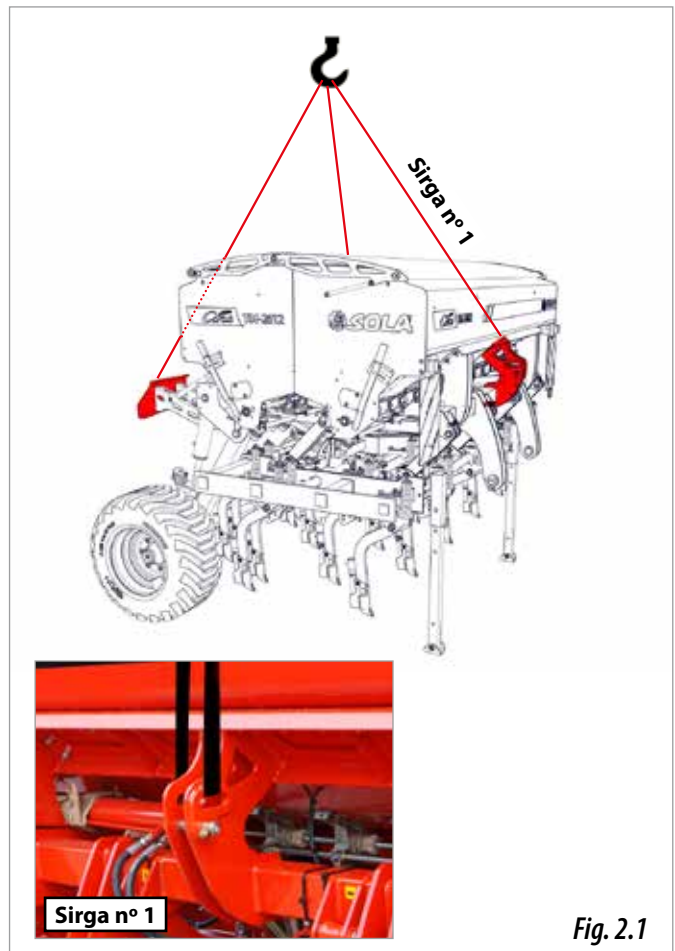

Fig. 2.1
- **Parte delantera:** un amarre en el enganche superior del tripun-tal (Fig. 2.1).